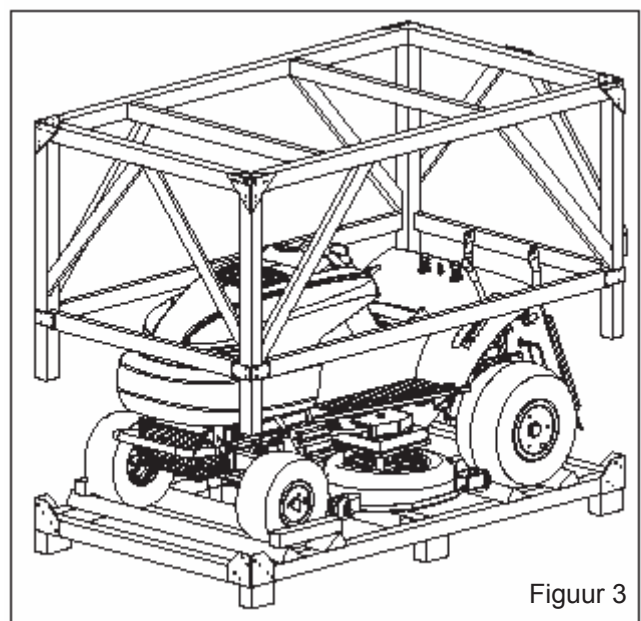

Figuur 2
2. Maak de schroef aan vier hoek los. (Figuur 2)